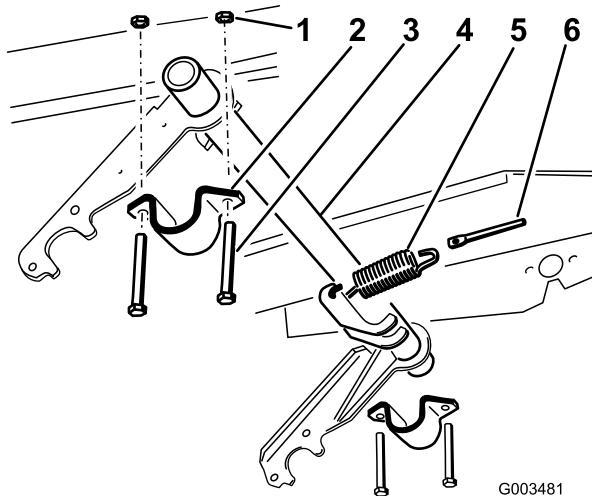

Figura 5
1. Conecte el muelle de extensión a una de las palancas del tubo de giro y al perno del muelle (Figura 5).
2. Instale provisionalmente el soporte del tubo de giro en el lado derecho (Figura 5).
3. Deslice el extremo derecho del tubo de giro en el soporte del tubo de giro derecho (Figura 5).
5. Levante el extremo izquierdo del tubo de giro hasta el bastidor e instálelo con un soporte de tubo de giro, 2 pernos (3/8 x 3 pulgadas) y 2 contratuerca (3/8 pulgada) (Figura 5).